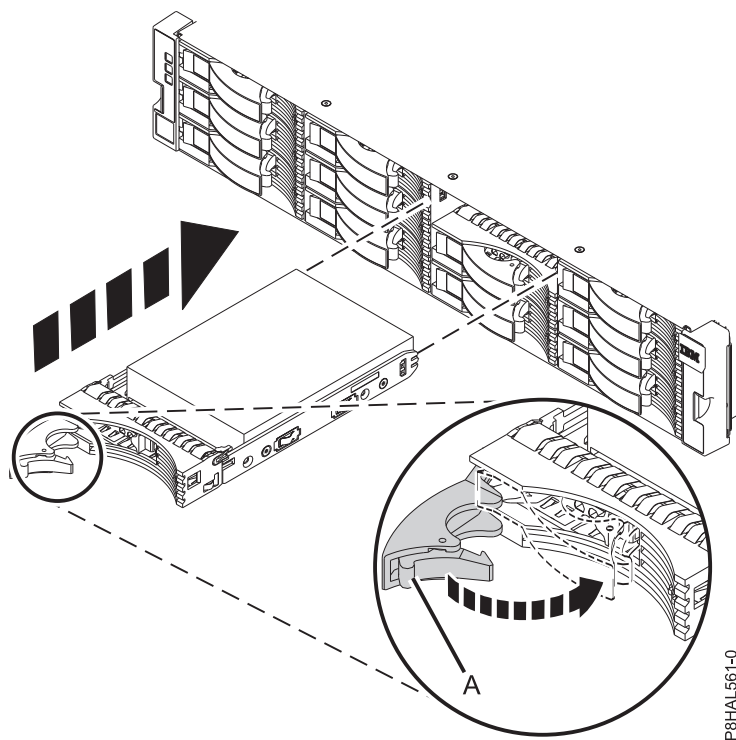
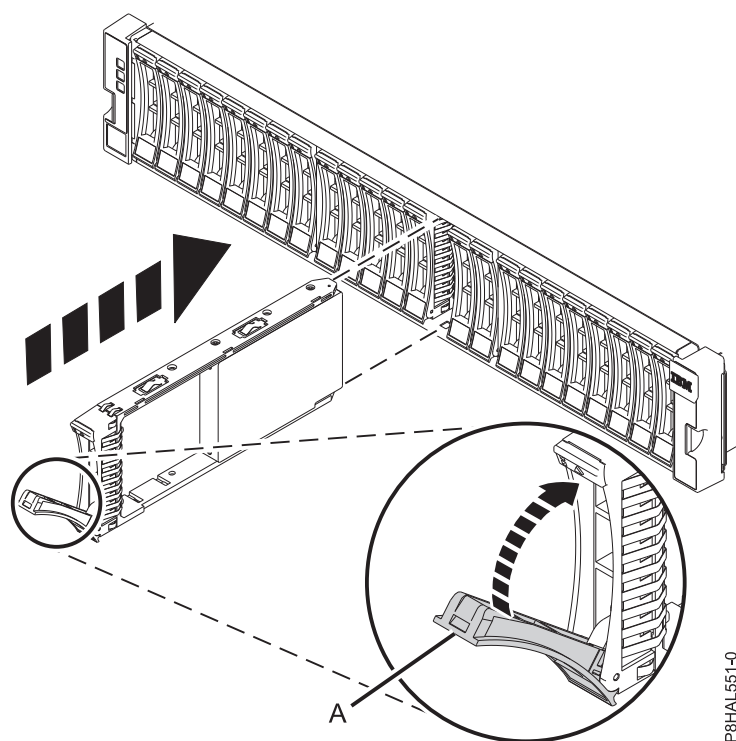

Рисунок 10. Установка дискового накопителя в корпусе хранения ESLL
Рисунок 11. Установка накопителя в корпусе хранения 5147-024 или ESLS
3. Переведите ручку в открытое положение и поддерживайте накопитель снизу при выравнивании его по направляющим в корпусе дисковых накопителей. См. рис. 10 на стр. 11 или рис. 11 на стр. 11